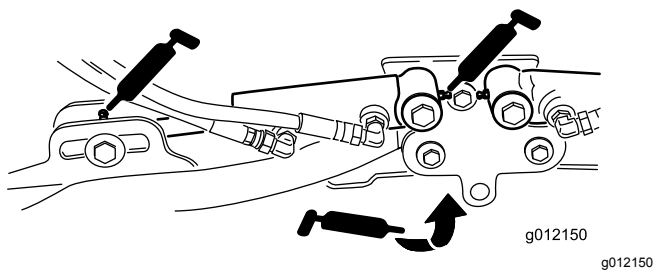

Figura 73
- Cilindros del brazo de elevación de la unidad de corte (2 en cada) (Figura 73)
- Pivotes del brazo de elevación (1 en cada) (Figura 73)